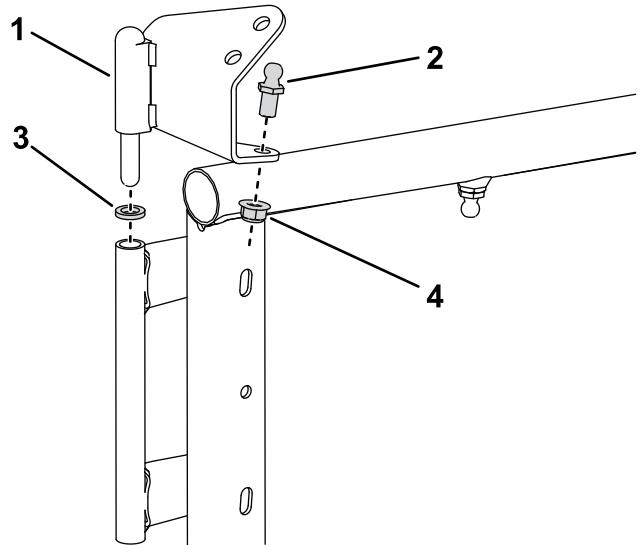

Figure 4
- Insérez un goujon dans la charnière supérieure gauche, comme montré à la Figure 4 ; serrez-le à un couple de 10 à 12 N·m.
- Installez la charnière supérieure gauche et une entretoise au sommet du pivot, comme montré à la Figure 4.